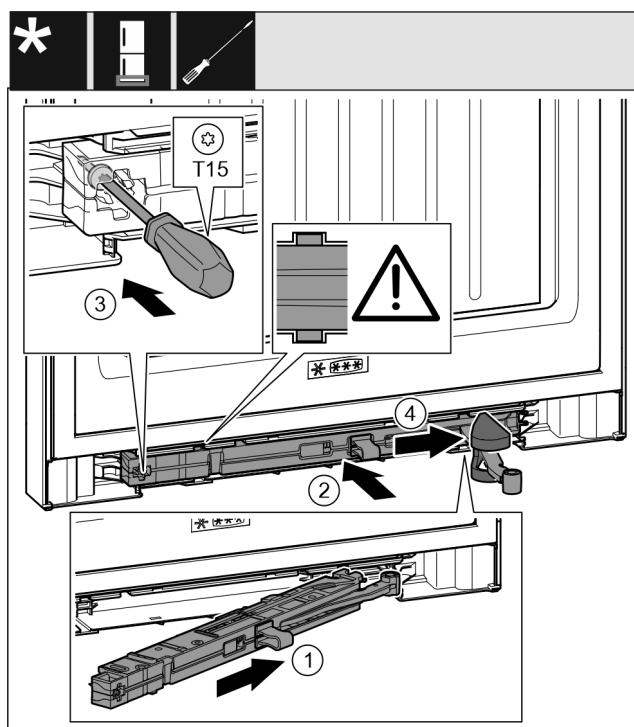

Fig. 37
- ▶ Skjut in stängningsdämparenheten på lagerbocksidan snett i ursparingen till anslaget. Fig. 37 (1)
- ▶ Skjut in stängningsdämparenheten helt i ursparingen. Fig. 37 (2)
- ▶ Skruva fast skruven med en skruvmejsel T15. Fig. 37 (3)
- ▶ Skjut skyddet över leden. Fig. 37 (4)